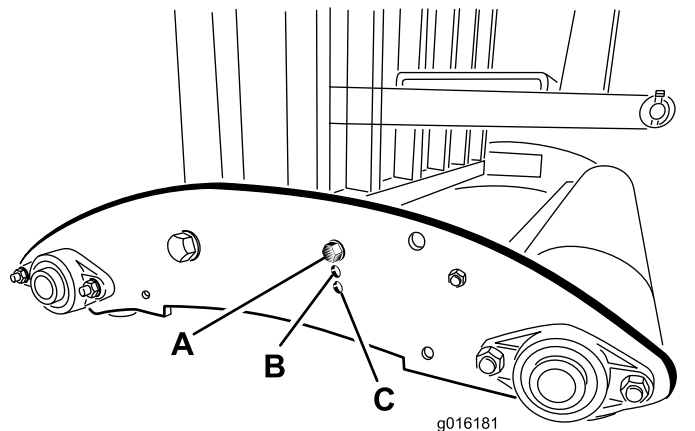

Figure 32
**Remarque:** Sur les modèles SR54-S et SR70-S, montez les extrémités des tubes sur les trous inférieurs de la plaque latérale si la profondeur d'aération est réglée à la Position A (Figure 32). Utilisez les trous supérieurs pour les profondeurs d'aération B ou C.